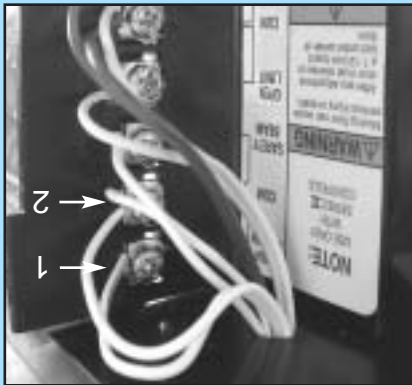

FIG. 4-1 Connexion à la tête motorisée. Acples de terminales a la caja de control.
- Fixer le fil rayé à la borne 1 et le fil blanc à la borne 2 (Fig. 4-1).